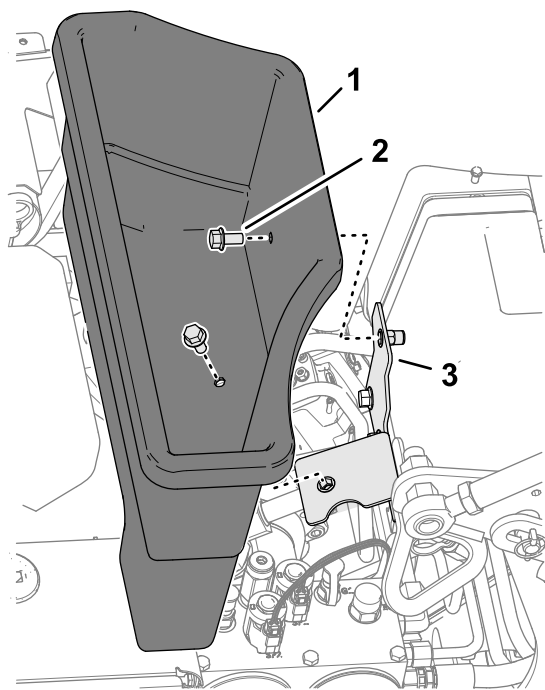

Figura 115
3. Rimuovete i 2 bulloni a testa flangiata che fissano il cestello di raccolta alla staffa del cestello (Figura 115).